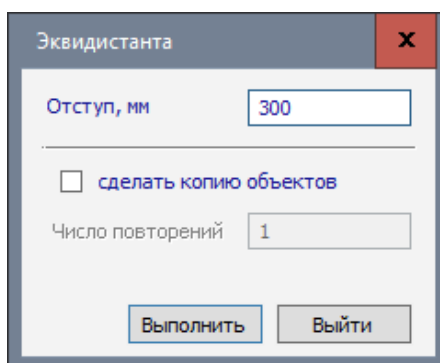

Рис.14.27. Диалоговое окно **Эквидистанта**
- Вызовите диалоговое окно **Эквидистанта** (рис.14.27) щелчком по кнопке  - **Эквидистанта** (панель **Корректировка** на вкладке **Редактирование**).